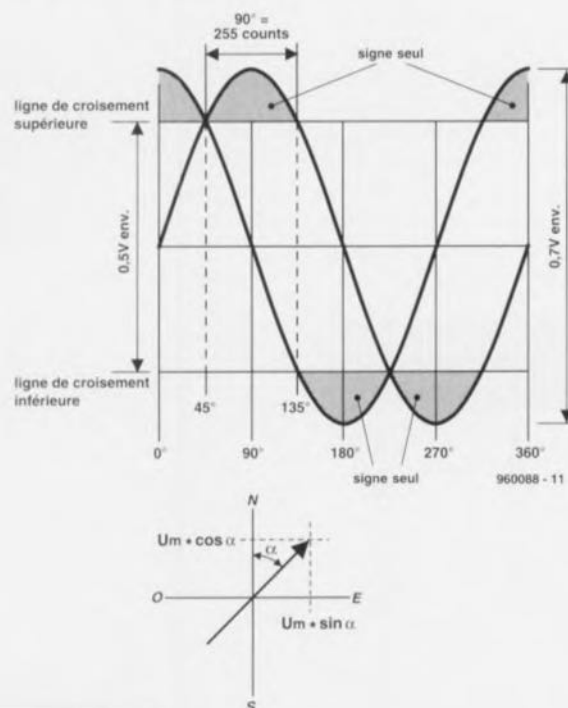

Figure 1. L'un des signaux définit le quadrat concerné, l'autre la direction exacte.
de direction (circulaire) à l'intérieur d'un quadrat (figure 1). En d'autres termes : la direction est décomposée en une composante sinusoïdale et en une composante cosinusoïdale, ces 2 fonctions, $U_{S1} = U_{max} \cdot \sin \alpha$ et $U_{S2} = U_{max} \cdot \cos \alpha$ étant représentées sur la figure 2. Les courbes de sinus et de cosinus présentent la même valeur dans 2 directions, à savoir 45° (NE) et 225° (SO). Ces tensions définissent les lignes de croisement supérieure (U_{OK}) et inférieure (U_{UK}). À mi-chemin entre ces 2 tensions on retrouve la tension de croisement centrale qui sert de tension de croisement centrale, U_{MK} . Le signal de sortie varie entre quelque 2,1 et 2,9 V, la ligne de croisement centrale se trouve ainsi aux environs de 2,5 V. La valeur exacte est sujette à une tolérance relativement élevée mais ne joue pas de rôle sachant que U_{MK} est exclu du traitement ultérieur du signal. La plage battue par la tension de sortie va donc de $\pm 0,5$ à $0,375$ V et l'écart entre les lignes de croisement ne dépasse pas y avoir de problème 50 mV. Lors du traitement des 2 tensions de sortie on linéarise la partie de la courbe entre les 2 tensions de croisement. La tension se situant en-dehors de la plage définies